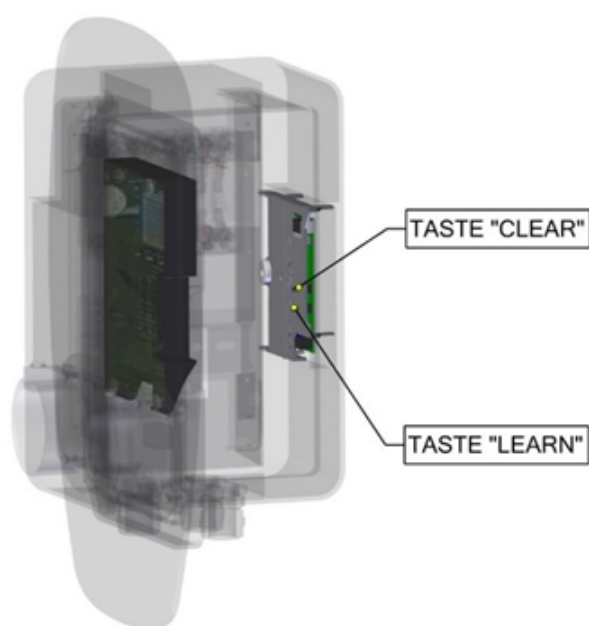

Abbildung 4. Bedienfeld des RFID-Moduls
Wallbox an. (siehe Abbildung 4)
2. Starten Sie den Löschvorgang, indem Sie die Tasten **CLEAR** und **LEARN** am RFID-Modul gedrückt halten, bis die LED Anzeige rot blinkt. Der Speicher wurde erfolgreich gelöscht. Dieser Vorgang kann bis zu einer Minute dauern. (siehe Abbildung 4).